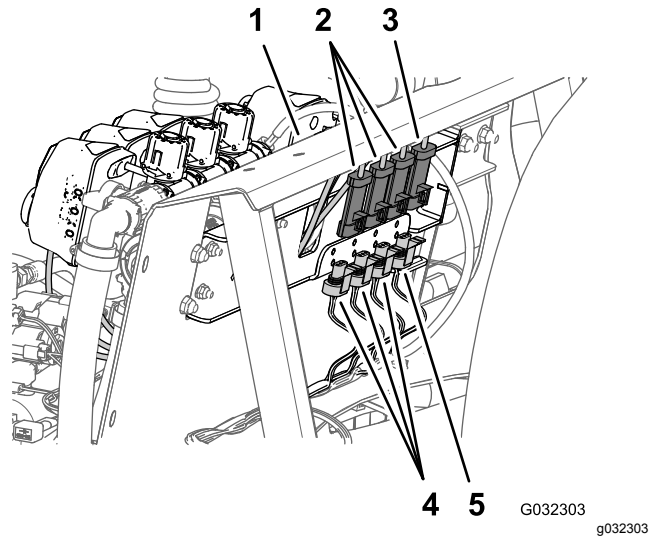

图37
2. 在歧管安装架后面将 3 插槽接头从搅拌阀中断开将 3 插槽接头从 3 个喷洒臂段阀中断开 图37。